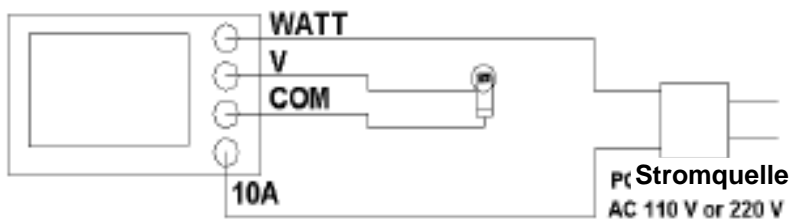

Abb. 2
Verbinden Sie die Testkabel gemäß Abb. 2 mit den Klemmen (3 – 16, 3 – 17, 3 – 18, 3 – 19).
- 6) * Verbinden Sie die „LAST“ mit den Klemmen 3 – 17, 3 – 18 (s. Abb. 2).
* Verbinden Sie die „STROMQUELLE“ mit den Klemmen 3 – 16, 3 – 19 (s. Abb. 2).